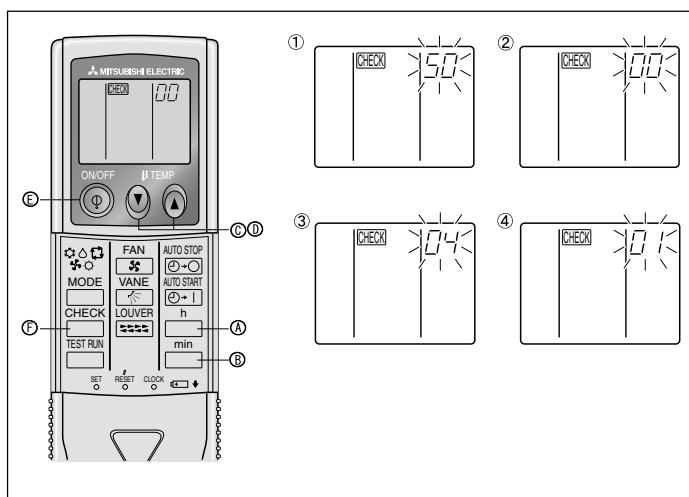

Fig. 6-7
⑧ Appuyer sur la touche MODE (E), les numéros de programmation et de mode (1) et (2) changeront et seront continuellement affichés, et les détails de la programmation pourront être confirmés.
⑨ Appuyer simultanément sur les touches FILTER (A) et TEST RUN (B) pendant au moins 2 secondes. L'écran de sélection des fonctions apparaît momentanément, et l'affichage d'arrêt du climatiseur apparaît.
2) Pour la télécommande sans fil infrarouge (Fig. 6-7)